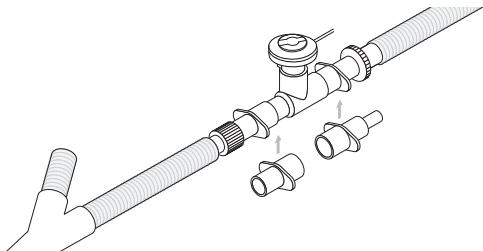
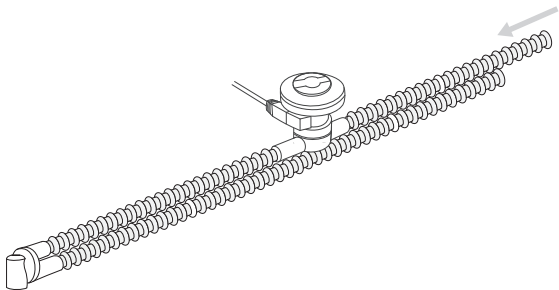

Figure 7. Raccordement à un circuit respiratoire pour enfants
Figure 8. Raccordement à un circuit respiratoire pour nouveau-nés à l'aide d'une pièce en T pour nouveau-nés
2. Pour les circuits respiratoires pour enfants, raccorder le nébuliseur muni de la pièce en T pour enfants à la branche inspiratoire du circuit en amont du raccord en Y (figure 7).
1. Pour les circuits respiratoires pour nouveau-nés, raccorder le nébuliseur muni de la pièce en T pour enfants et des adaptateurs pour nouveau-nés à environ 30 cm (12 in.) en arrière du raccord en Y (figure 7). Sinon, raccorder le nébuliseur avec la pièce en T pour nouveau-nés à environ 30 cm (12 in.) en arrière du raccord en Y (figure 8).